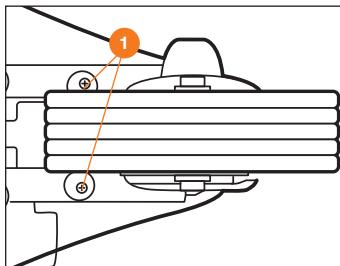
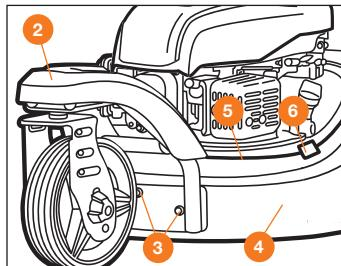

Рис. 3
Рис. 4
Для модели L 50SR / DLM 5100SR установите переднее колесо на защитный кожух и закрепите двумя винтами ① (Рис. 3). Закрепите колесо с кожухом ② на деке газонокосилки ④ тремя болтами и гайками ③ (внимание, болты устанавливаются с внутренней стороны деки, гайки накручивайте с внешней, со стороны колеса), закрепите трос блокировки поворота колеса ⑤ клипсой ⑥ (Рис. 4).